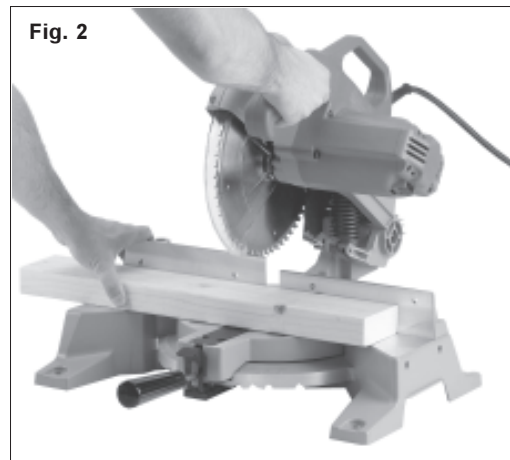

Fig. 2
**Asegure adecuadamente el material a cortar (Figs. 2, 3 y 4)**
1. Use el tope: Aline el flujo del material contra el tope como se ilustra con el objeto de ofrecer un paso recto al disco de corte (Fig. 2). Esto ayudará a eliminar la tendencia de los dientes del disco a atorarse.